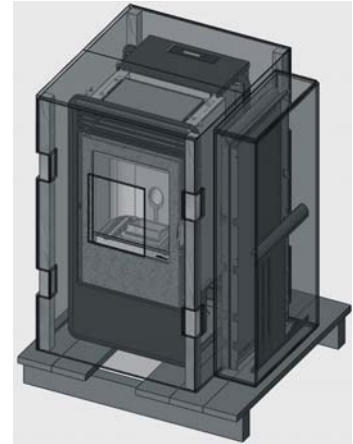

Abbildung 1 – Verpackung Heizofen + Außenseiten aus Stahl Heizofen Kaika
- Verpackung Außenseiten und für den Heizofen (Abb.1) für den Heizofen Kaika, beim Heizofen Face ist die Abdeckplatte aus Gusseisen und bereits auf dem Ofen angebracht